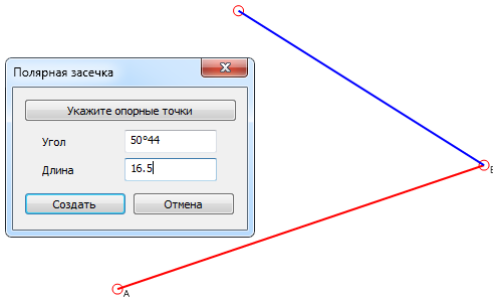

рис. 66
- 2) Ввести угол и полярное расстояние. При этом на плане будет видно графическое построение (рис. 66).